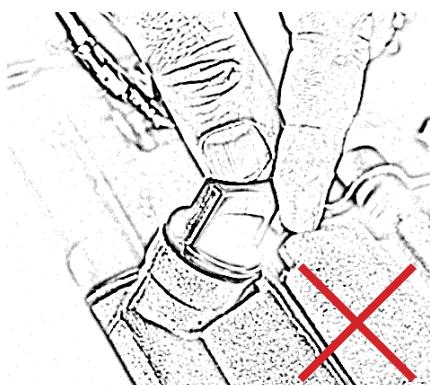

Figure 7
Ne jamais tourner le bouchon de remplissage d'huile avec la jauge connectée dans le filetage lors de la lecture du niveau d'huile. Cela conduit à un résultat de mesure erroné, fig. 7.
- Plongez complètement la jauge dans l'huile. Ne vissez jamais la jauge dans le filetage, fig. 7.